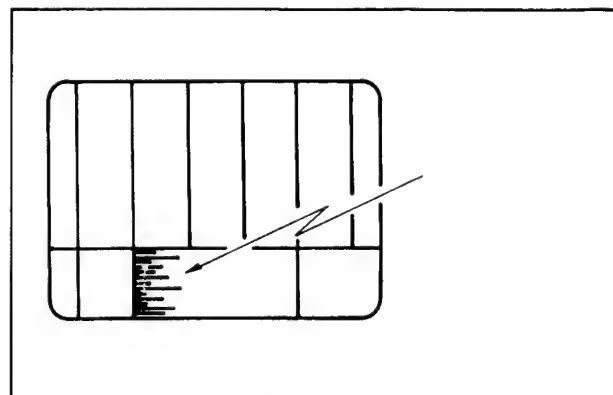

Bild 3-20
4. Mit R 90 Ausreißer auf minimal regeln (Bild 3-20).